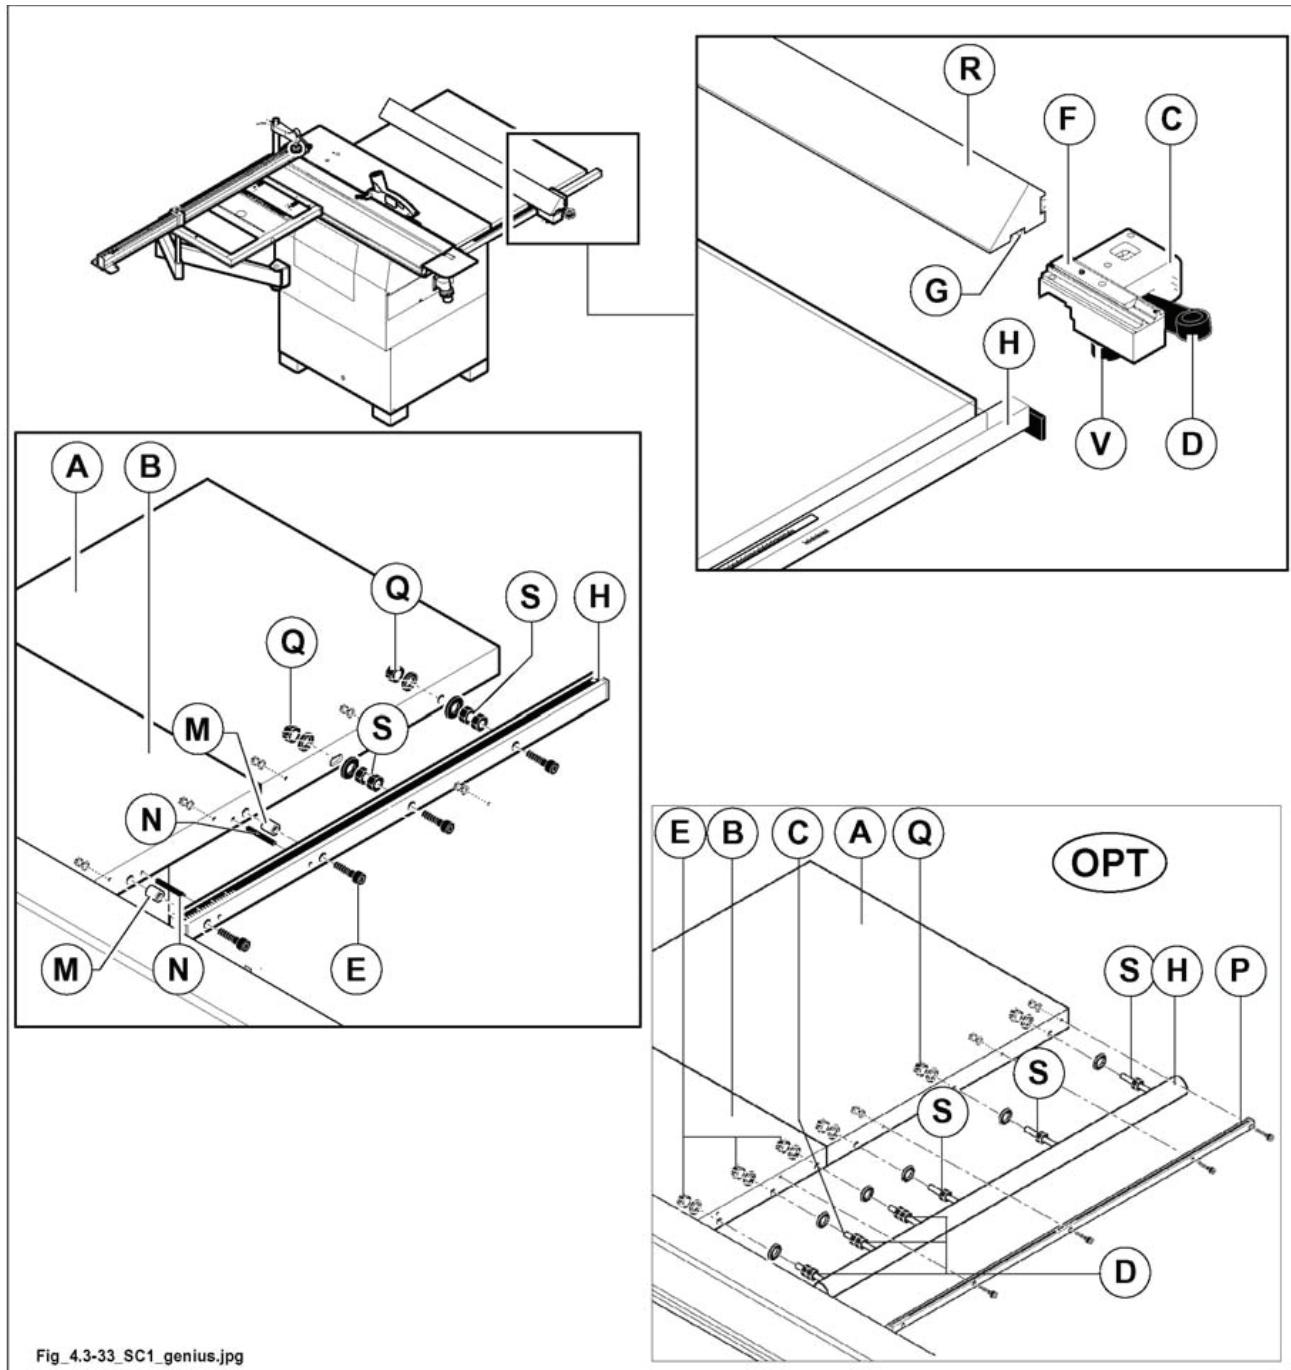

Рис. 4.3-33
не ослаблять гайки (D рис. 4.3-33), поскольку они отрегулированы нашими специалистами для корректного позиционирования цилиндрической направляющей.
- 2) Затянуть гайки (Е рис. 4.3-33).
- 3) Вручную закрутить гайки (S рис.4.3-33) до касания стола (А рис.4.3-33) так, чтобы не деформировать направляющую (Н рис.4.3-33), затем затянуть гайки (Q рис.4.3-33).
- 4) Проверить прямолинейность направляющей (Н рис.4.3-33), при необходимости отрегулировать при помощи гаек (S рис.4.3-33).